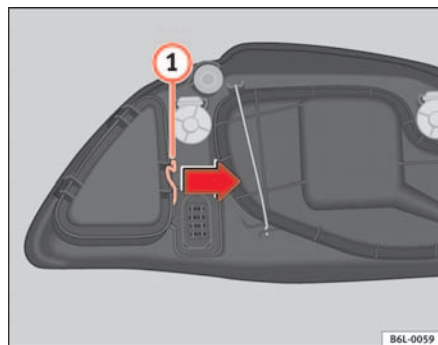

Fig. 146 Feux de position
- Déplacez le tirant **1** ⇒ fig. 146 dans le sens de la flèche puis retirez le cache.